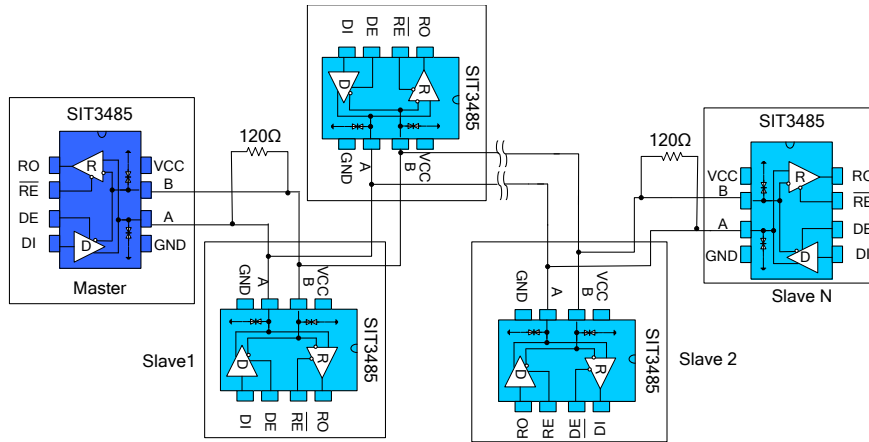

图 12 手拉手式 RS485 半双工通讯网络
**5.2 手拉手式组网：** 又称菊花链拓扑结构，是 RS485 总线布线的标准及规范，是 TIA 等组织推荐使用的 RS485 总线拓扑结构。其布线方式就是主控设备与多个从控设备形成手拉手连接方式，如图 12 所示，不留分支才是手拉手的方式。这种布线方式，具有信号反射小，通讯成功率高等优点。